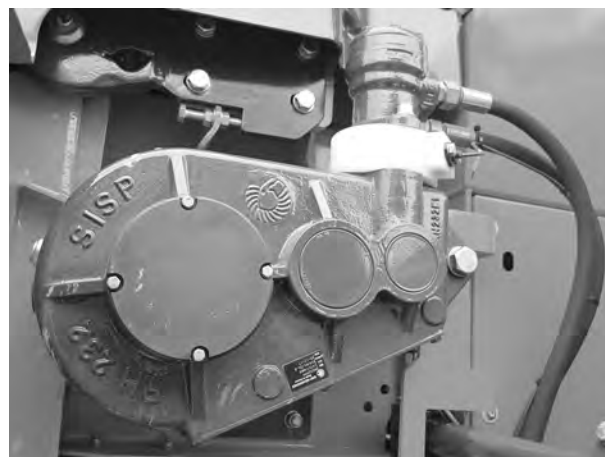

Fig. 103: Kontrollera transportbandets motor
- transportbanddrivenhetens hydraulmotor, Fig. 103 Kontrollera transportbandets motor